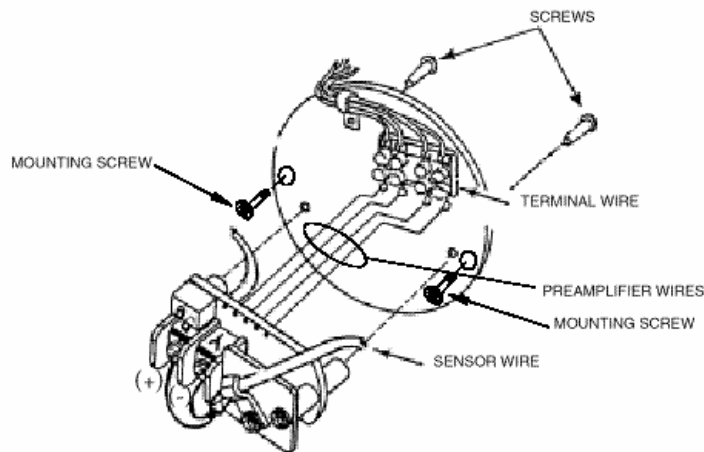

Figura 19. Ensamblaje de Preamplificador
2. Quite la tapa de la caja de conexiones. El preamplificador y un bloque terminal están montados en una placa redonda como se muestra en la figura 19.